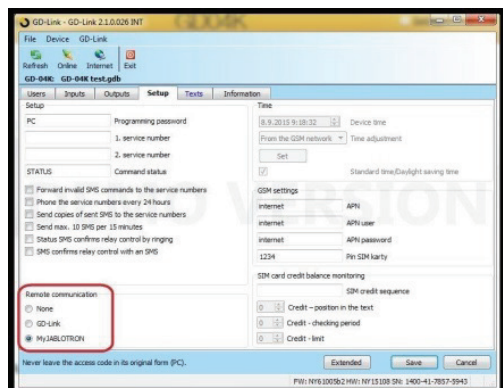

Abbildung 2
Um den Fern-Zugriff einzurichten und nachfolgende Einstellungen mithilfe der GD-Link-Software vorzunehmen, muss eine der folgenden Optionen aktiviert werden. Gehen Sie zu Einstellungen → Fernkommunikation) und stellen Sie GD-Link oder MyJABLOTRON ein (siehe Abbildung 2).
1. Öffnen Sie die Fernkommunikationseinstellungen in der GD-Link-Software und wählen Sie den Parameter MyJABLOTRON (siehe Abbildung 2).